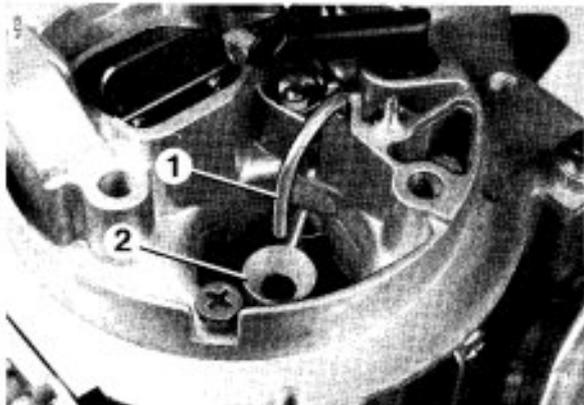

Bild 27
10. ANREICHERUNGSROHR (Bild 27)